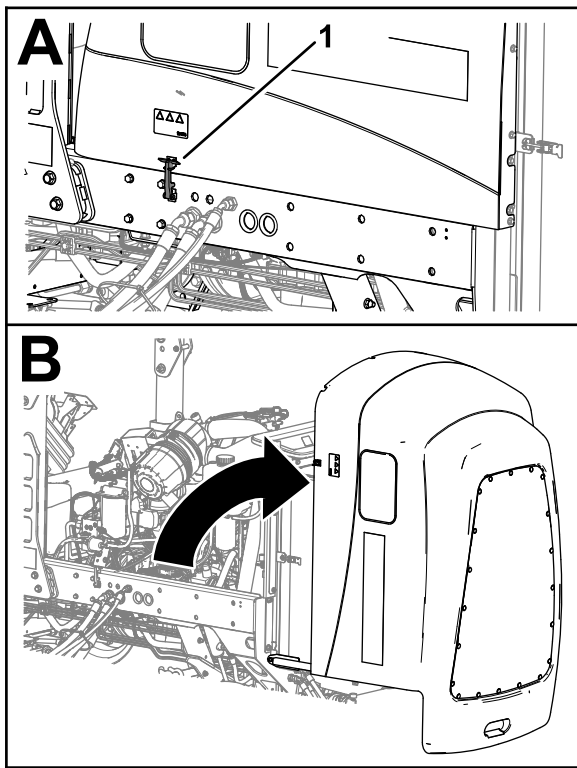

Bild 104
1. Öffnen Sie die beiden Motorhaubenriegel (Bild 104).
1. Lösen Sie die Gummriegel der Abdeckung des Batteriefachs (Bild 104).